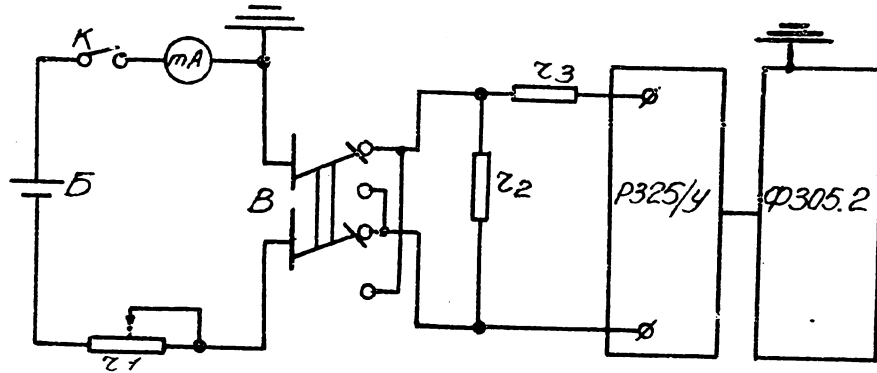

Рис. 4.
5.1. Поверку микровольтнаноамперметра Р325 проводите по схеме рис.4.
Входное сопротивление на компенсационных диапазонах измерения по току определяйте на диапазоне измерения 0,5 мкА при $Z_3 = 100 \text{ Ом}$ в схеме рис.4 по формуле
- а/ схему рис.4 поместите на заземленный металлический лист / или в металлический ящик/;
- б/ заземлите точку схемы согласно рис.4 ;
- г/ во избежание образования контура с большим потокосцеплением с внешними магнитными полями проводники схемы, идущие от зажимов "Х" прибора РЗ25/У к образцовой катушке Z_2 (рис.4.) и к сопротивлению Z_3 , сбейте друг с другом.
5.5. Подстройку положительной обратной связи производите в схеме рис.4 следующим образом:
в/ установите в схеме рис.4 сопротивление $Z_2 = 0,001 \text{ Ом}$ или $0,01 \text{ Ом}$;